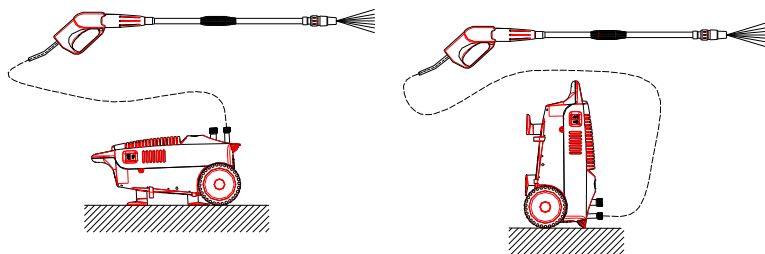

figura 5
5.3.9 È possibile collocare l'apparecchio in due posizioni quando è in funzione. Vedi figura 5